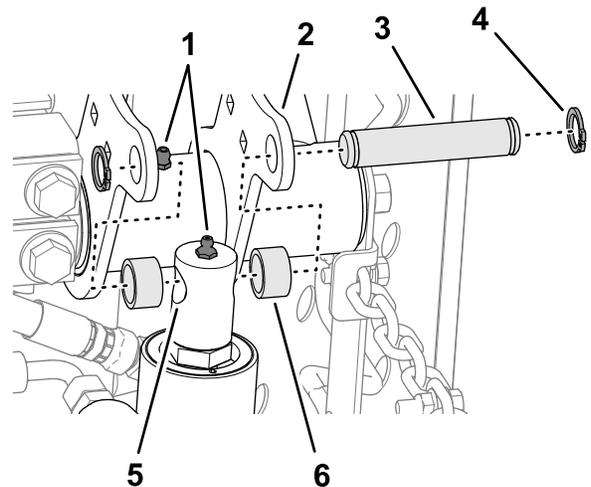

図 15
4. 昇降シリンダのロッドをゆっくり動かして右側昇降アームのフランジの穴に合わせる 図 15。
5. フランジにロッドを取り付ける取り付けピン、スペーサ 2 個、スナップリング 2 個を使用する 図 15。
6. 昇降アームと油圧シリンダのグリスフィッティングに、No. 2 リチウムグリスを注入する 図 15。
1. 後キャリアフレームのプレート穴を、カuttingユニットの取り付けプレートの穴に合わせる図 15。